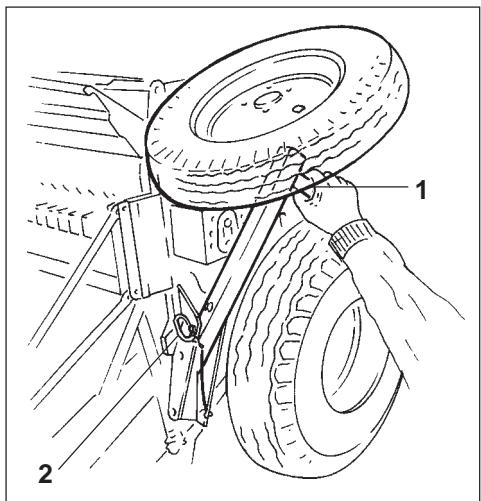

Рис. 19.11
- Транспортное колесо, "левое" крепко возьмите за ручку (Рис. 19.11/1).
- Снимите палец (Рис. 19.11/2), закрепленный откидным шплинтом и опустите транспортное колесо вниз.